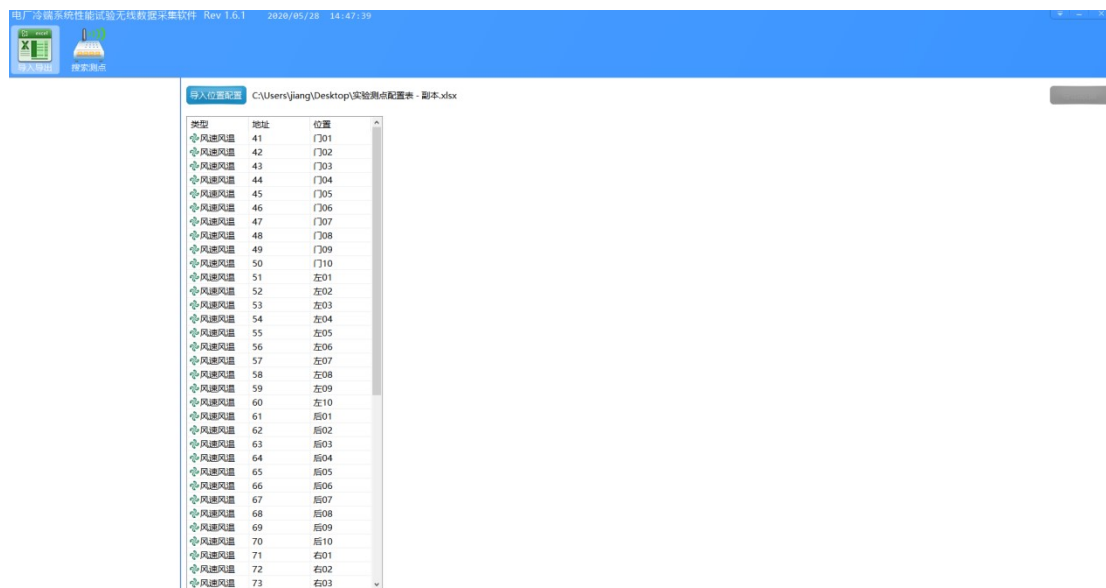

图 5.2
3. 导入位置配置：此配置为可选项，配置与否的区别在于设备在整个冷却塔的位置及相应的参数是否在“位置视图”界面显示。在“导入导出”界面可以进行实验测点配置的导入，导入完成如图 5.2。